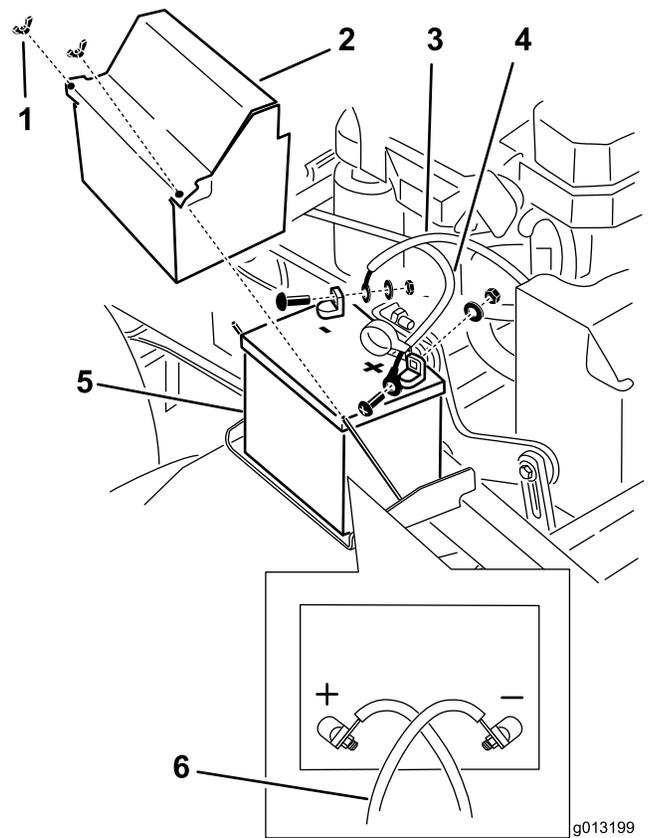

図 51
3. バッテリーのマイナス（-）端子からマイナスバッテリー・ケーブルを外す（図 51）。
4. プラス端子（赤）についている赤いゴムカバーを取り外す。そして、赤いプラス（+）ケーブルを取り外す（図 51）。
5. バッテリー押さえプレートを外し（図 51）、バッテリーを取り出す。
1. バッテリーを車体に載せる（図 51）。
3. まず、バッテリーのプラス（赤）ケーブルをプラス（+）端子に、ナットとワッシャとボルトを使って取り付ける（図 51）。ゴムカバーをかぶせる。
4. 次に、バッテリーのマイナスケーブルとアースワイヤを、マイナス（-）端子に、ナットとワッシャとボルトを使って取り付ける（図 51）。
**注** バッテリーケーブルが互いに交差する配置となるのが正しい接続である（図 51）。